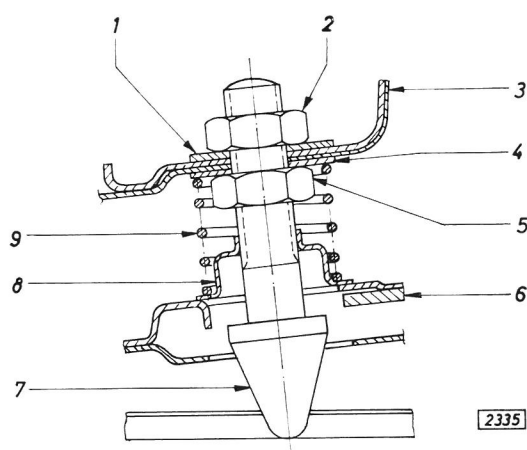

Bild 90 - Befestigung des Führungzapfens an Motorhaube
Mutter (90/2) mit 22-mm-Ringschlüssel innerhalb der Haubenversteifung festhalten. Untere Mutter (90/5) mit 22-mm-Gabelschlüssel lösen. Anschließend Führungzapfen mit Schraubenzieher heraus-schrauben. Führungsbuchse, Druckfeder, Muttern, Scheiben (Bild 90).
2. Führungzapfen für Haubenverschluß entsprechend Bild 90 einbauen, dabei Muttern